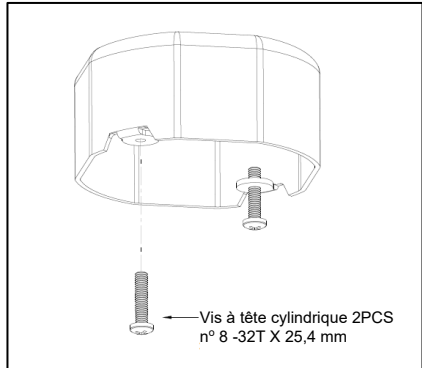

Figure 7
1. Installer les 2 vis (1) de la trousse de montage fournie dans les trous filetés du boîtier de raccordement. (Voir la figure 7)